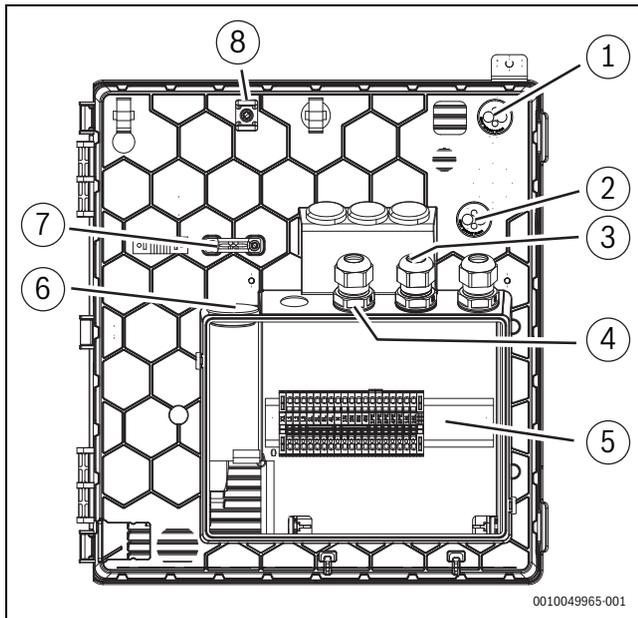

Fig. 32 Passe-câbles sur le boîtier électrique
- Fixer les câbles avec des attaches de câbles sur les points de fixation (→ Figure 32 [7] et [9]). Éviter de croiser les câbles.
Pour les passe-câbles (→ Figure 32 [1], [2], [7]), une petite piqûre dans la membrane suffit, puis les lignes peuvent être enfoncées.
- ▶ Après l'insertion des câbles, serrer les presse-étoupes (→ Figure 32 [3], [4], [5]).
- ▶ Utiliser les points de fixation définis [9] pour fixer les câbles qui ont été insérés dans les entrées (→ Figure 32 [1], [2]).